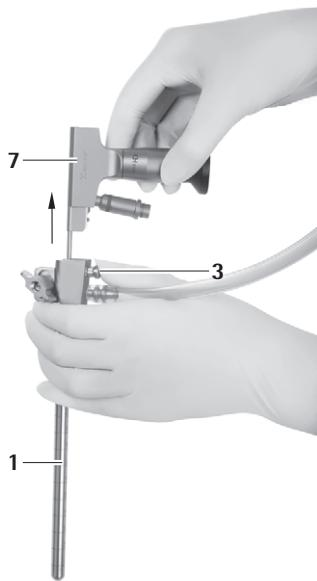

Fig. 11
- ▶ Premir o botão de desbloqueio 3 e retirar o endoscópio 5 do trocarte MINOP InVent 1, ver Fig. 11.